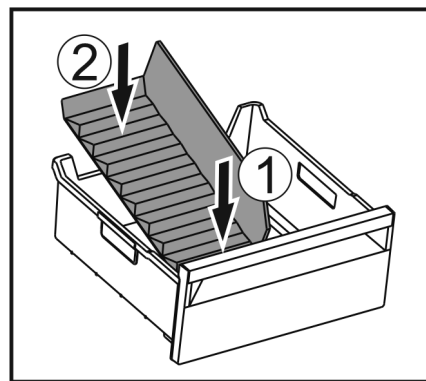

Fig. 169
- ▶ Voorste deel van de ijsvak-scheider plaatsen. Fig. 169 (1)
- ▶ Achterste deel van de ijsvak-scheider tot de bodem van de lade laten zakken. Fig. 169 (2)